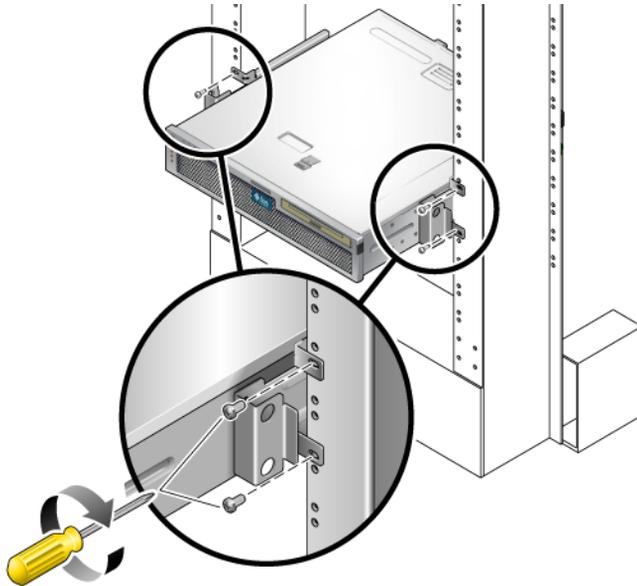

ABBILDUNG 4-10 Montage und Befestigung des Servers im Rack mit 2 Stützen
4. Befestigen Sie die Servervorderseite mit zwei Schrauben pro Halterung an der Vorderseite des Racks (ABBILDUNG 4-10).